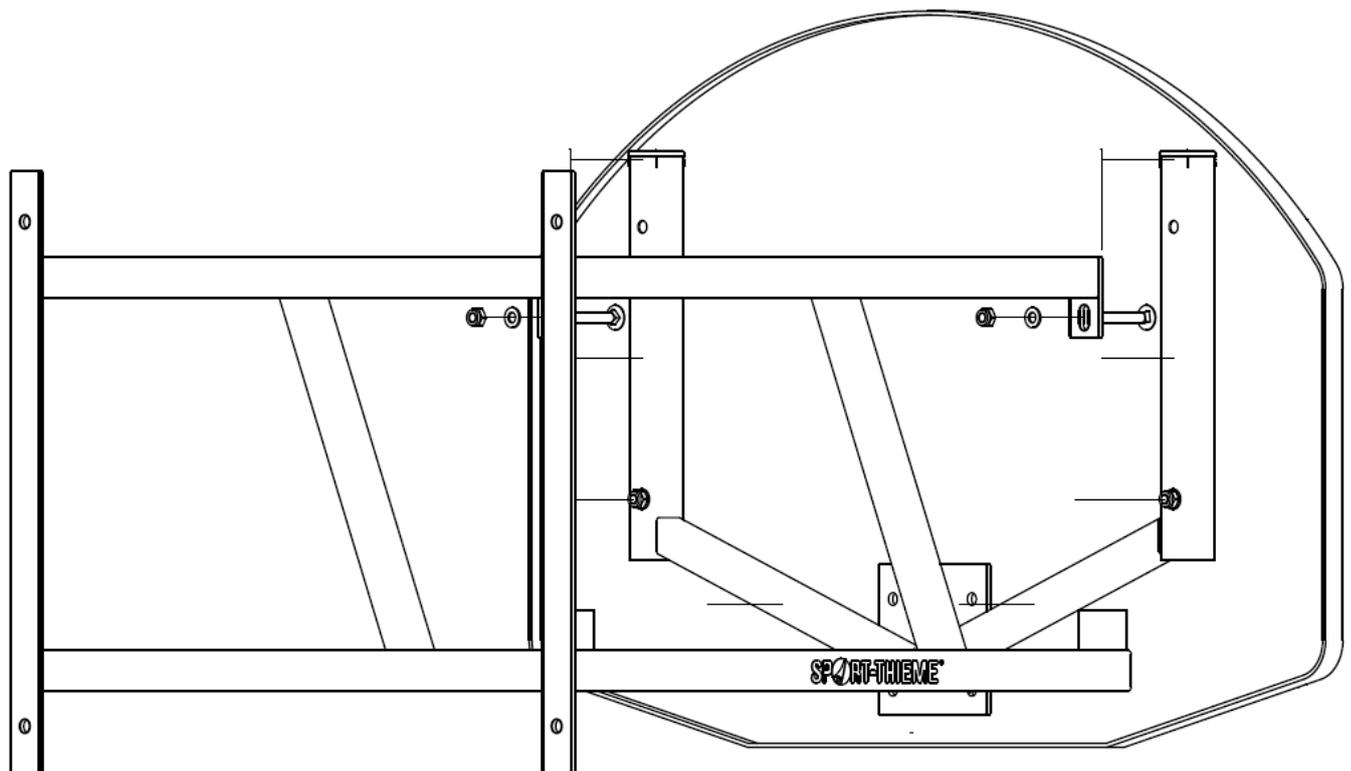

Abbildung 8: Aufsetzen und verschrauben des Rahmes
- b) Verschrauben Sie jetzt die oberen Bohrungen des Rahmens mit den Flacheisen der Seitenteile (siehe Bild 8). Verwenden Sie hierfür die mitgelieferten Schlossschrauben M 10 x 60. Schrauben Sie erst jetzt die unteren Schrauben fest an.